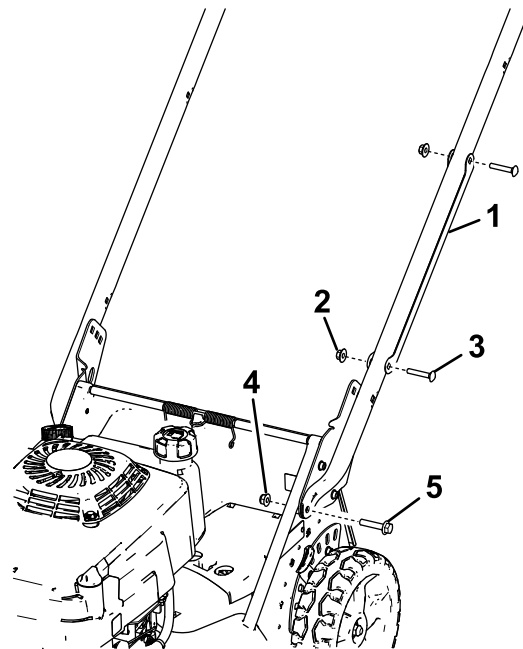

Figura 3
1. Retire los 2 pernos de cuello cuadrado y las 2 arandelas que sujetan el protector de cable al manillar, y retire el protector del cable del manillar (Figura 3).
2. Instale los extremos del manillar en la carcasa de la máquina con 2 pernos de cabeza hexagonal con arandela prensada (5/16 x 1-1/2 pulgada) y 2 tuercas con arandela prensada (5/16 pulgada), según se muestra en Figura 3.
1. Perno de cuello cuadrado – 5/16 x 1-1/2 pulgadas (2)
2. Soporte del manillar (2)
3. Tuerca con arandela prensada – 5/16 pulgada (2)
6. Posicione el protector de cable en el manillar con los cables dentro del protector, y sujete el protector al manillar con los 2 pernos de cuello cuadrado y las 2 contratuercas que retiró anteriormente (Figura 3).